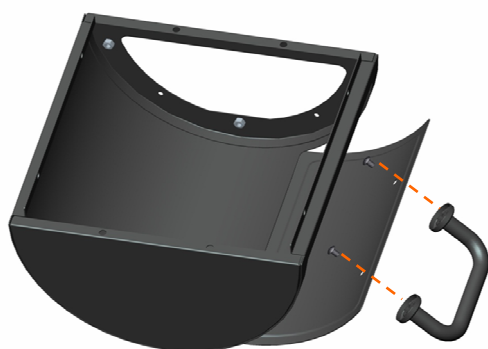

Fig.20
Wie abgebildet in Fig.20. Montieren Sie (2) M6x15 Universal Kreuzkopfschrauben von der Innenseite her und verbinden Sie diese mit der Öffnung des Feuerbox Deckels zum Feuerbox.